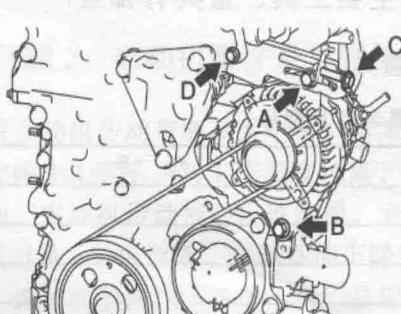

图 1-5 拆卸传动带螺栓
- (7) 松开发动机调整臂上的螺栓 A 和 B，松开螺栓 C，如图 1-5 所示；推动发动机，使传动皮带松开（见图 1-6），然后拆下传动皮带（见图 1-7）。
(2) 调整传动皮带传动螺栓 C, 以调节传动带的张紧力, 如图 1-5 所示。紧固螺栓 A 和 B。螺栓 A 力矩为  $19 \text{ N} \cdot \text{m}$ , 螺栓 B 为  $43 \text{ N} \cdot \text{m}$ 。
(3) 安装发动机后部右侧底罩。
(4) 安装散热器上空气导流板。